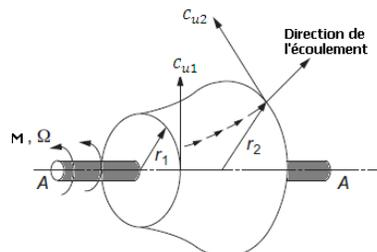

Fig. 3 : schéma du rotor
Le fluide tourbillonnant entre dans le volume de contrôle au rayon r_1 avec une vitesse tangentielle c_{u1} et sort au rayon r_2 avec une vitesse tangentielle c_{u2} (figure 3). Pour un débit constant unidimensionnel. Pour un volume de contrôle, la loi du moment (M) de quantité de mouvement peut être obtenue :